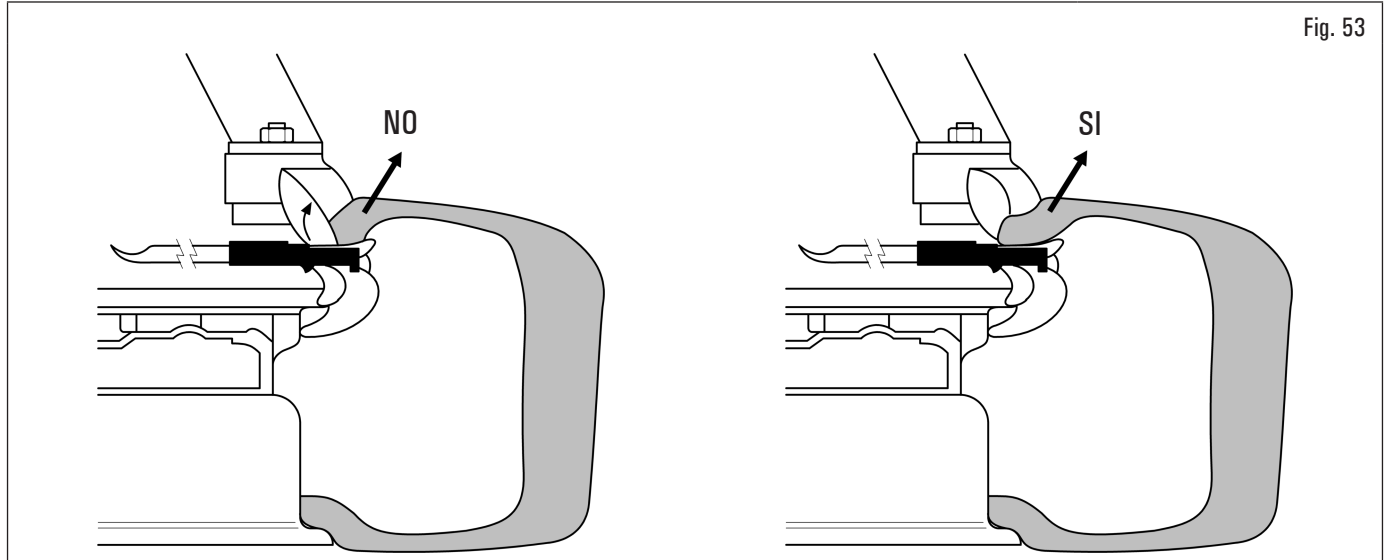

Fig. 53
13. al desmontar los neumáticos duros el talón puede colocarse en la cabeza útil, con el reborde doblado. Esto provoca que el talón se salga de la palanca cuando inicia la rotación hacia la derecha. Para evitar este problema hay que girar ligeramente la rueda hacia la izquierda hasta que el reborde no se desdoble. A continuación se puede empezar el desmontaje hacia la derecha (véase Fig. 53).